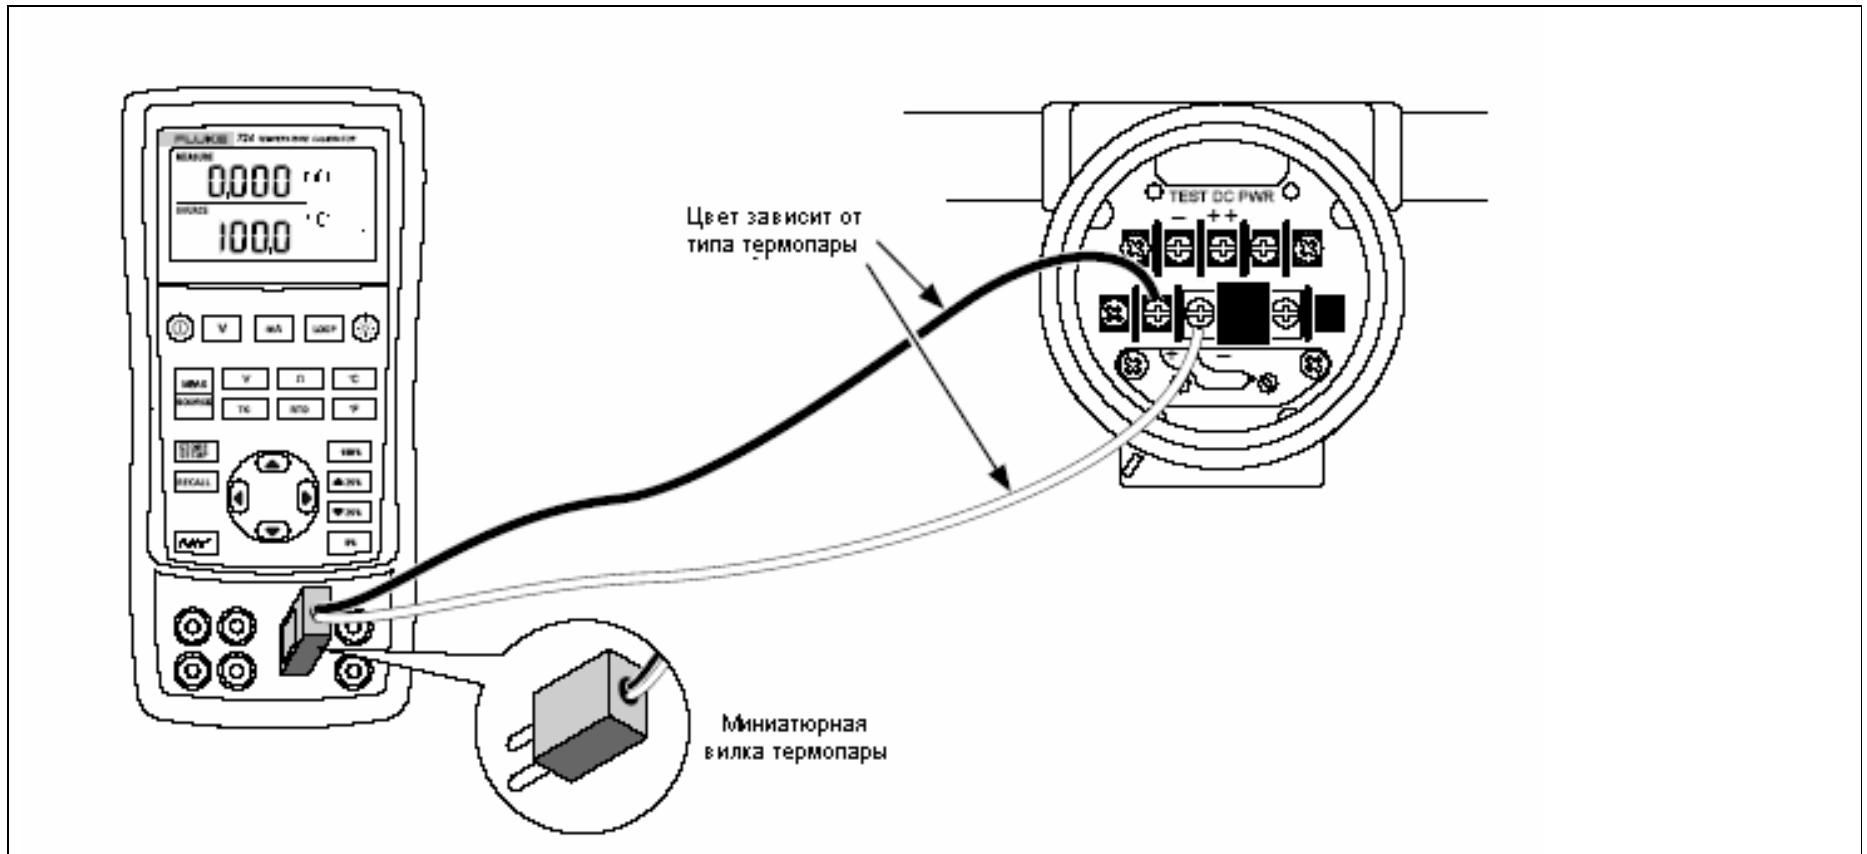

Рис. 13. Схема соединений для моделирования сигналов термопары
*Один контакт данной вилки шире другого. Не пытайтесь вставить вилку в неверном положении. Схема соединения показана на рис. 13.*
1. Подсоедините выводы термопары к соответствующей миниатюрной вилке термопары, а затем подключите вилку к гнезду входа/выхода термопары, как показано на рис. 13.